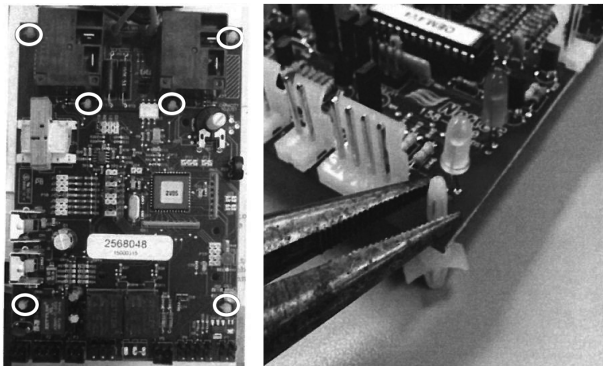

Fig. 3.
2. Quite el PCB. Para liberar los distanciadores, pinche los lados con alicates de punta de agujas, tal como se muestra en la Fig. 3.